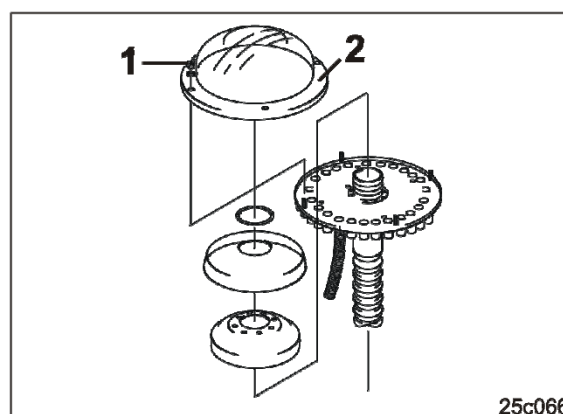

图 234
7. 松脱翼形螺母 (图 234/1) 并且将透明塑料盖 (图 234/2) 从分配器头上拔下。
9. 安装塑料盖 (图 234/2)。
10. 通过翼形螺母 (图 234/1) 固定塑料盖。